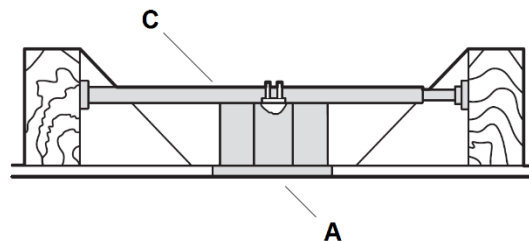

Fig. 4
Para colgar su ventilador donde ya existe una luminaria pero no hay una viga de techo, es posible que necesite instalar una barra de colgado (C) como se ilustra en la **Fig. 4**. Asegúrese de que la barra de colgado que compre se haya diseñado para utilizarse con ventiladores de techo.